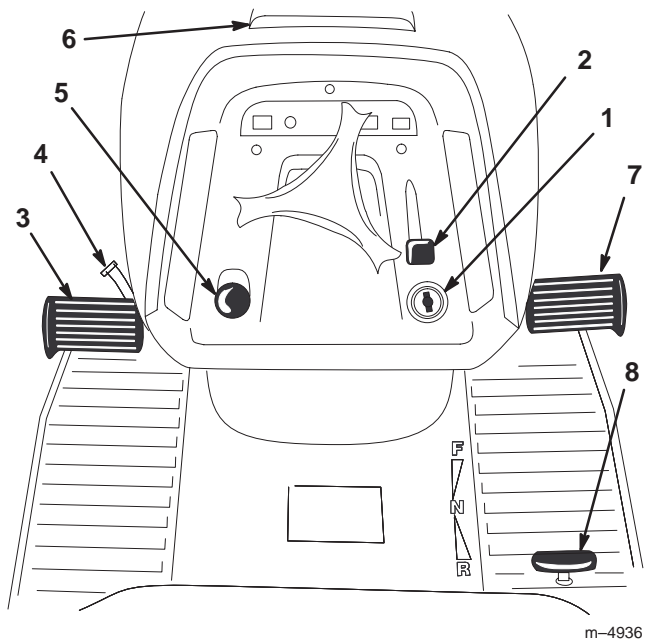

Bild 2
Machen Sie sich mit den Bedienungselementen (Bild 2) vertraut, bevor Sie den Motor anlassen und die Maschine bedienen.
1. Drücken Sie das Bremspedal (Bild 2) herunter und halten es in der gedrückten Position.
2. Drehen Sie den Feststellbremshebel (Bild 2) gegen den Uhrzeigersinn und nehmen den Fuß nach und nach vom Bremspedal. Das Bremspedal sollte in heruntergedrückter (gesperrter) Position bleiben.
1. Drücken Sie das Bremspedal (Bild 2) herunter. Der Feststellbremshebel sollte sich lösen.